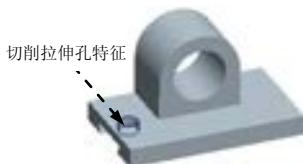
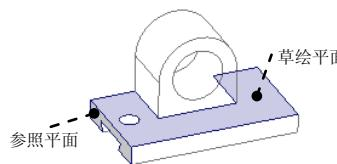
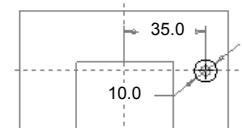

图 5.2.60 添加切削拉伸特征
图 5.2.61 选取草绘平面与参照平面
图 5.2.62 截面草绘图形
2. 添加图 5.2.60 所示的切削拉伸特征
Step1. 选取特征命令。选择下拉菜单 **插入①** → **拉伸②...** 命令，屏幕上方出现拉伸操控板。
(1) 选取命令。在操控板中单击 **放置** 按钮，然后在弹出的界面中单击 **定义...** 按钮，系统弹出“草绘”对话框。
(2) 定义截面草图的放置属性。
- ① 定义草绘平面。选取图 5.2.61 所示的零件表面为草绘平面。
- ② 定义草绘视图方向。采用模型中默认的黄色箭头方向为草绘视图方向。
- ③ 对草绘平面进行定向。
- a) 指定草绘平面的参照面。选取图 5.2.61 所示的拉伸面作为参照平面。
- ④ 在“草绘”对话框中单击 **草绘** 按钮，进入草绘环境。
- (3) 创建图 5.2.62 所示的截面草绘图形。
- ① 进入截面草绘环境后，接受系统的默认参照。
- ② 绘制截面几何图形，建立约束并修改尺寸。
- ③ 完成绘制后，单击“草绘”工具栏中的“完成”按钮 .